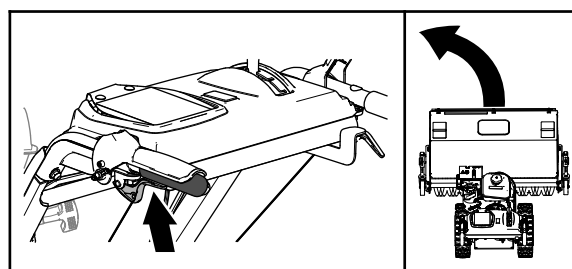

Figura 16
- Para rodar para a esquerda, aperte a alavanca de transmissão da tração e aperte a alavanca da embraiagem esquerda (Figura 16).